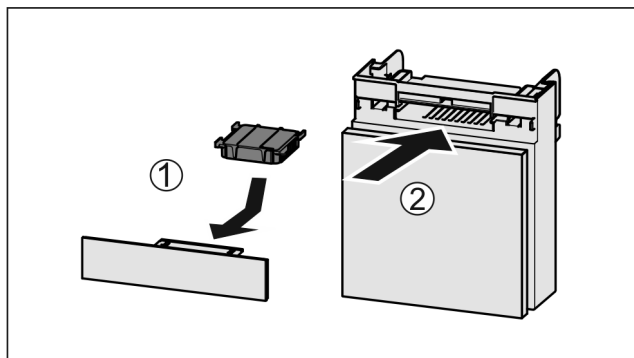

Fig. 201
- Filtr s aktivním uhlím vložte podle vyobrazení Fig. 201 (1).
- Zásuvku zasuňte Fig. 201 (2).